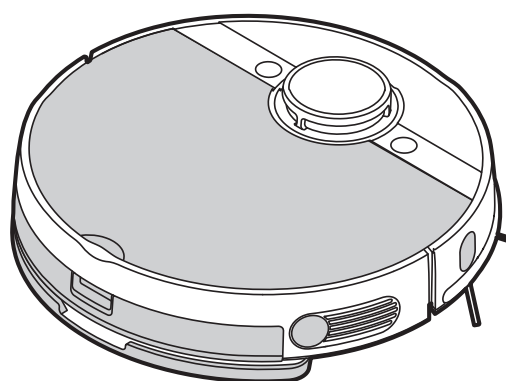

Figura 2
2. Barrido: Pulse el botón  para iniciar/hacer una pausa en la limpieza (Figura 2).